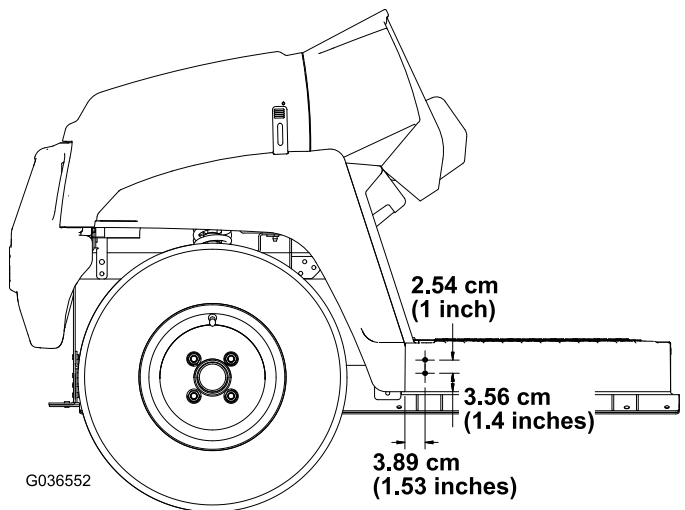

Bild 29
- Verwenden Sie die in Bild 29 abgebildeten Abmessungen und bohren Sie zwei 5/16" große Löcher in die Außenseite der Bodenplatte an der linken und rechten Seite der Maschine.